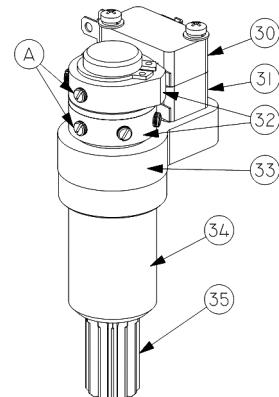

Рис.3 Двухсторонняя муфта ограничения крутящего момента
При достижении предварительно установленной величины крутящего момента в положении ЗАКРЫТО или ОТКРЫТО, либо в случае аварийного заклинивания штока затвора арматуры в промежуточном положении, выходной вал (15) (рис.1) с червячным колесом (16) останавливается, а червяк (11), ввинчиваясь в венец червячного колеса (16), вследствие продолжающегося вращения ротора электродвигателя, начинает перемещаться в осевом направлении, сжимая тарельчатые пружины (12). Величина сжатия тарельчатых пружин определена настроенным крутящим моментом моментной муфты. Поступательное движение червяка (11) приводит к вращению вала моментной муфты (34) (рис.3). Кулачки (32), расположенные на валу моментной муфты, нажимают кнопки муфтовых микровыключателей (30, 31), размыкая цепь управления питанием электродвигателя электропривода.
Снять крышку корпуса клеммной коробки (22) (рис.1). Подключить электропривод согласно схеме (рис.3). Закрыть крышку корпуса клеммных колодок. При помощи маховика перевести затвор арматуры в среднее положение. Далее проверить направление движения затвора арматуры при работе от электродвигателя на открытие и закрытие: диск индикатора положения затвора арматуры (40) (рис. 2) должен вращаться в сторону закрытия (открытия). Пуск осуществлять